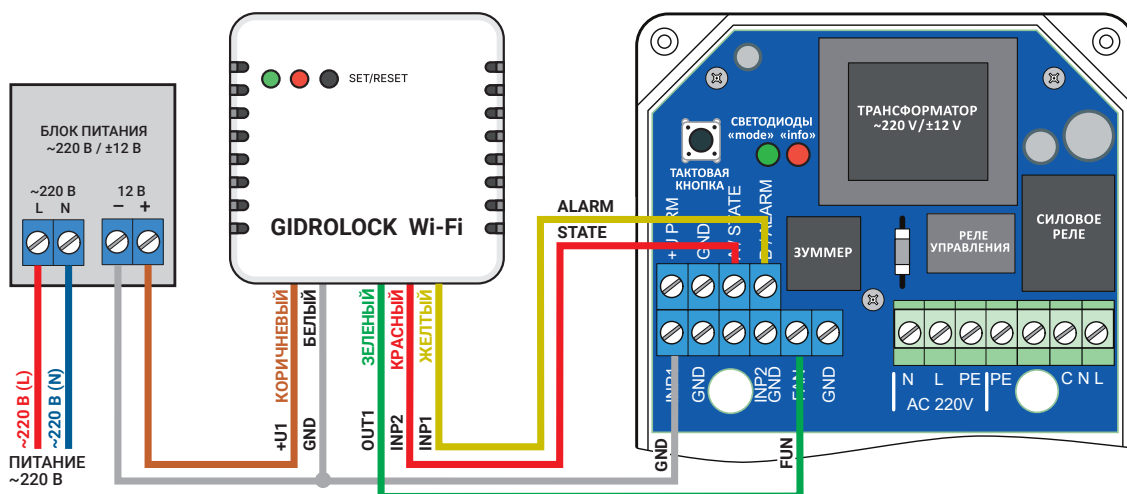

Рис. 5. Схема подключения Модуля GIDROLOCK Wi-Fi с внешним блоком питания (пример подключения).
5.6 К блоку управления можно подключить **GSM-модем GIDROLOCK**. Схема подключения приведена на рис.5. Для питания GSM-модема GIDROLOCK требуется внешний отдельный блок питания 220В/8...15В (1,0А).